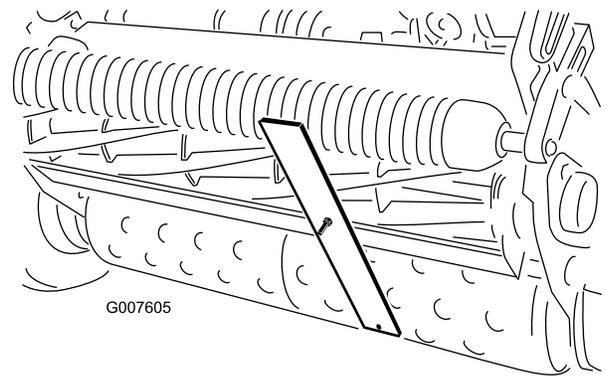

Figura 49
4. Prenda a cabeça do parafuso à extremidade cortante da lâmina de corte e apoie a extremidade traseira da barra no rolo traseiro (Figura 49).